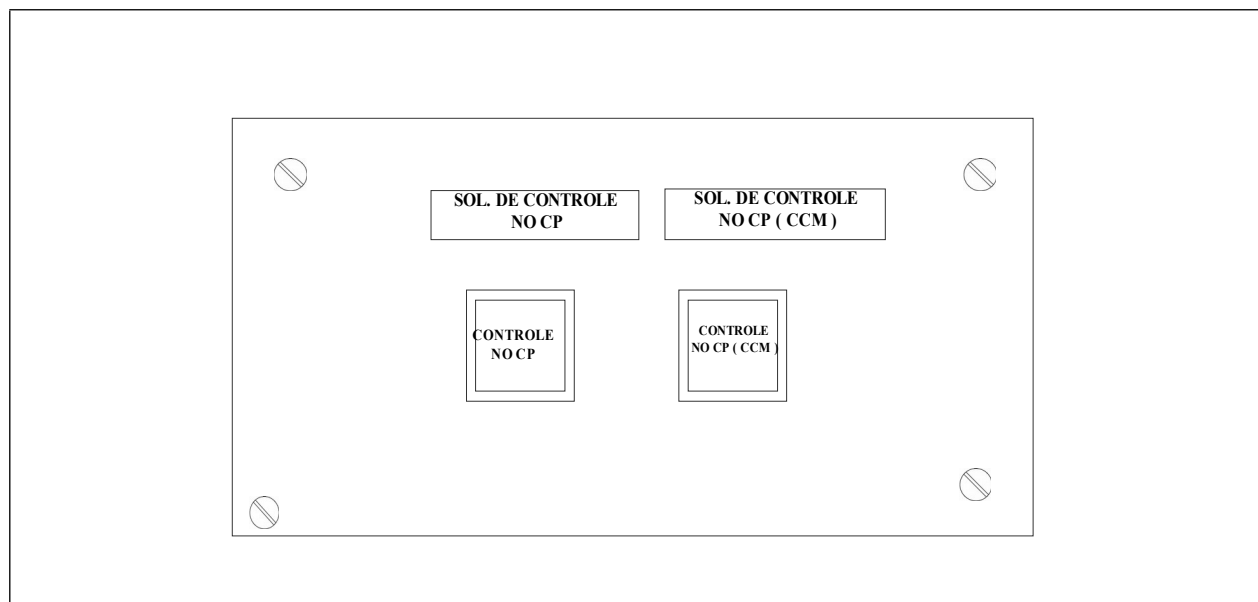

Figura 4.16 Indicador de comando (passadiço/CCM)
- Quando a tecla de solicitação de “CONTROLE NO CP” é pressionada no Passadiço um contador de tempo é disparado, as lâmpadas de “CONTROLE NO CP” ficarão intermitentes e um alarme soará no CCM. **Figura 4.16.**